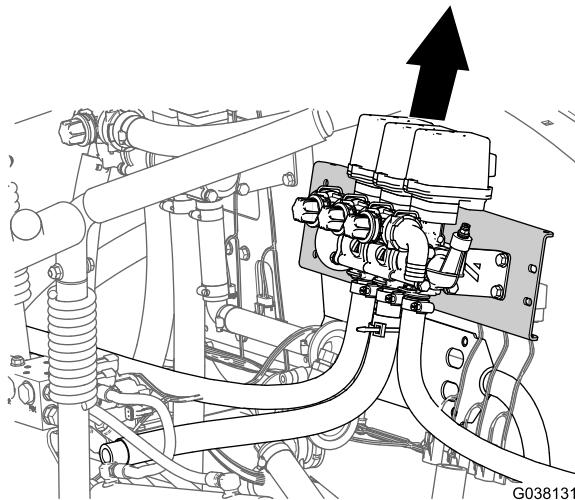

图19
- 从机器中提起喷洒臂段阀、供水软管和喷洒臂段阀支架图19。